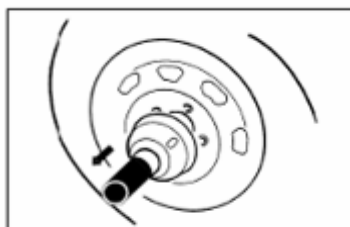

Рис. 11 Разжим колеса
- Снять зажимную втулку с зажимного патрона (**рис. 11**).